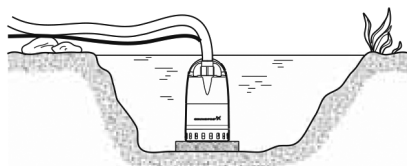

Рис. 3 Насос, установленный на плите
1. Насос должен устанавливаться так, чтобы всасывающий сетчатый фильтр не забивался грязью, частично покрывающей дно приемка, в котором предполагается эксплуатация насоса. Рекомендуется устранить это путем установки насоса на основании (см. рис. 3).